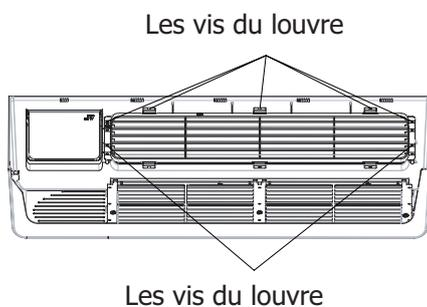

Fig. 14 – L'arrière de la façade
2. Enlevez les vis du louvre qui soutiennent le louvre à sa position (Du derrière vers la façade). Cf. Fig. 14.